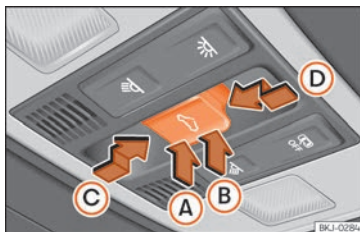

Fig. 93 Dans le ciel de pavillon : touche du toit ouvrant.
La touche  **fig. 93** présente deux niveaux. Le premier niveau permet de situer le toit en position déflectrice, d'ouvrir ou fermer entièrement ou partiellement le toit ouvrant.
- Dans les 5 secondes environ après l'activation de la fonction anti-pincement, appuyez sur la touche **↔** » **fig. 93** jusqu'au deuxième niveau dans le sens de la flèche » **fig. 93** **D** jusqu'à ce que le toit soit complètement fermé.